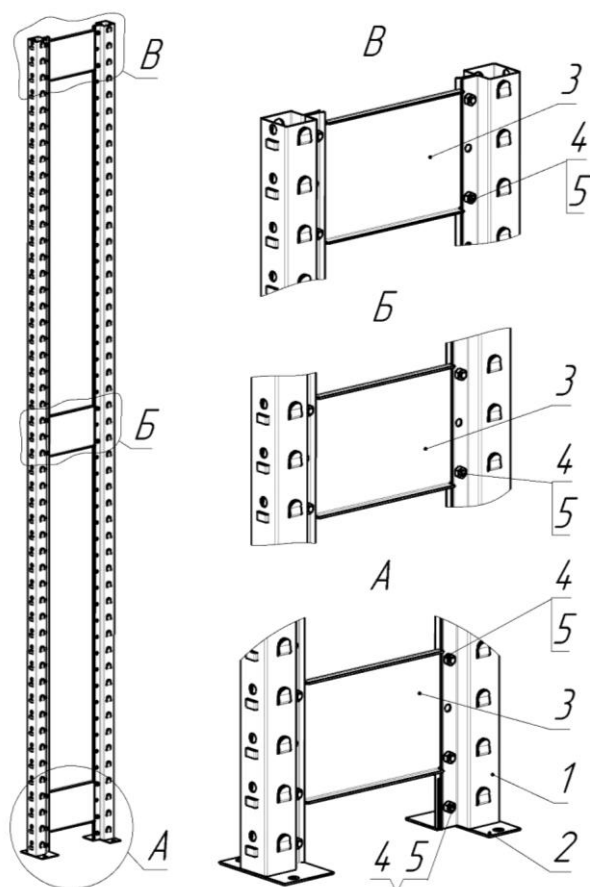

Рис. 2 – Схема сборки рамы стеллажа серии СГ
- 3.2. Сборка рамы стеллажа (рис. 2). (Комплектация рамы производится согласно таблицы 1)